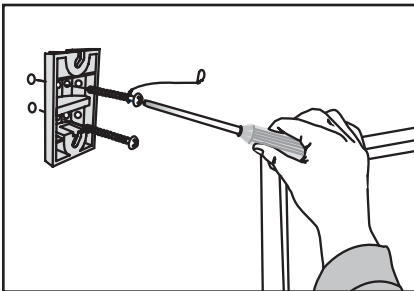

Figure 3. Installation sur support de suspension.
1. À l'aide des vis/matériel de montage (non compris), montez le support avec la courroie de sécurité fournie sur le mur à l'emplacement souhaité (figure 3). Assurez-vous que le support est droit.